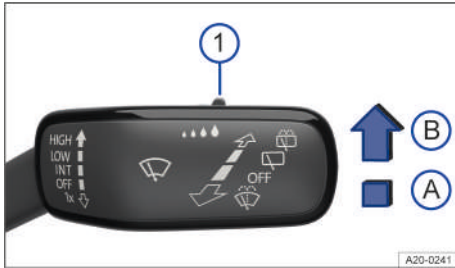

Fig. 121 En el lado derecho de la columna de dirección: palanca del limpiacristales.
1. Presione la palanca hasta la posición deseada → fig. 121.
La sensibilidad del sensor de lluvia y de luz puede ajustarse manualmente con el mando situado en la palanca del limpiacristales → fig. 121 ①, → ⚠.